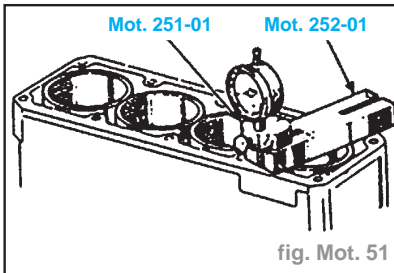

fig. Mot. 51
- placer la chemise, non munie de son joint torique (J) dans le carter-cylindriques,
- vérifier le dépassement avec les outils **Mot. 251-01** et **Mot. 252-01** (fig. Mot. 51),